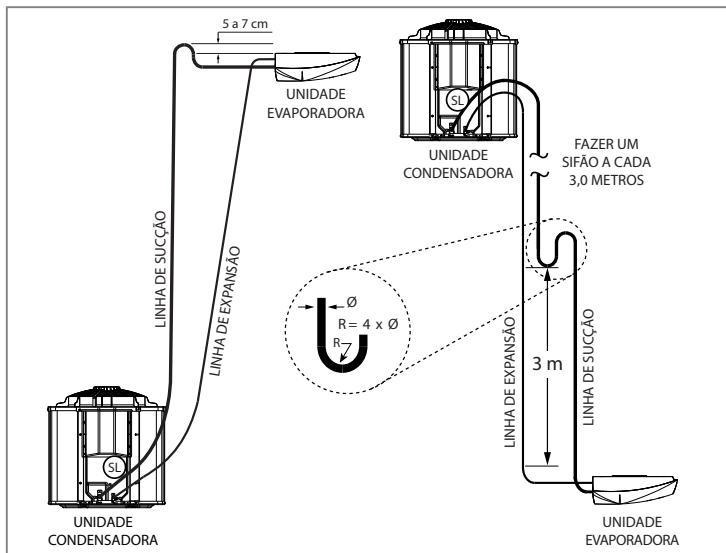

FIG. 17 - INSTALAÇÃO LINHAS DE INTERLIGAÇÃO
2. Elevar a linha de sucção acima da un. evaporadora antes de ir para a un. condensadora (entre 5 cm e 7 cm), quando a un. evaporadora estiver acima ou no mesmo nível da un. condensadora. Ver Fig. 17.
4. Fazer sifões nas subidas da linha de sucção, quando aplicado, a cada 3,0 m incluindo a base. Caso o desnível seja menor que 3 m faça apenas na base. Ver Fig. 17.
5. Inclinær as linhas horizontais de sucção no sentido do fluxo. Ver Fig. 17.
7. Deve ser instalado um separador de líquido (isolado termicamente e da radiação - que poderá ficar fora da un. externa), na sucção junto a entrada da unid. condensadora, com capacidade volumétrica de retenção de líquido refrigerante (2.000 ml). Veja a posição conforme a indicação SL na Fig. 17 .